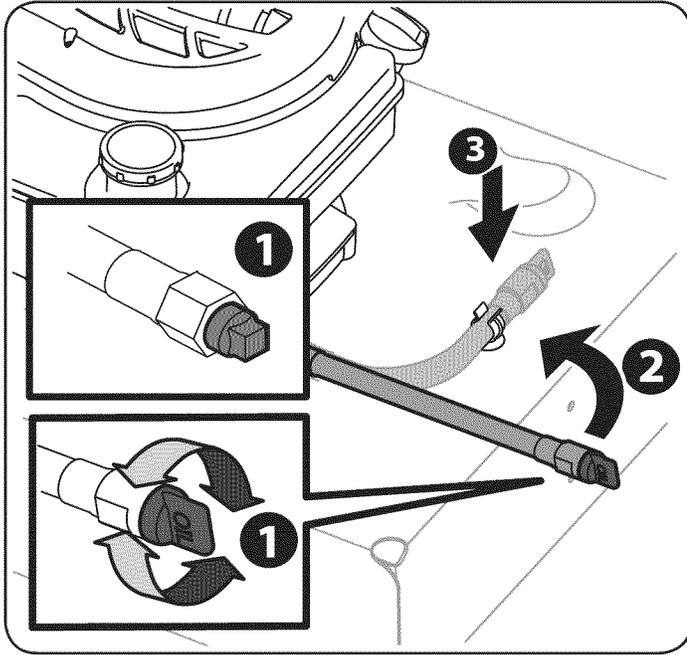

Figura 18
- Desenrosque la tapa del extremo de la manguera de drenaje de aceite girándola en el sentido contrario a las agujas del reloj para empezar a drenar el aceite. Consulte el recuadro Figura 18.
- Una vez que se haya terminado de drenar el aceite, enrosque la tapa nuevamente en el extremo de la manguera de drenaje de aceite. Consulte el recuadro de la Figura 18 .
- Ubique la manguera nuevamente sobre la plataforma, luego oprimala para que vuelva a quedar en su lugar sobre la plataforma. Vea la Figura 18.